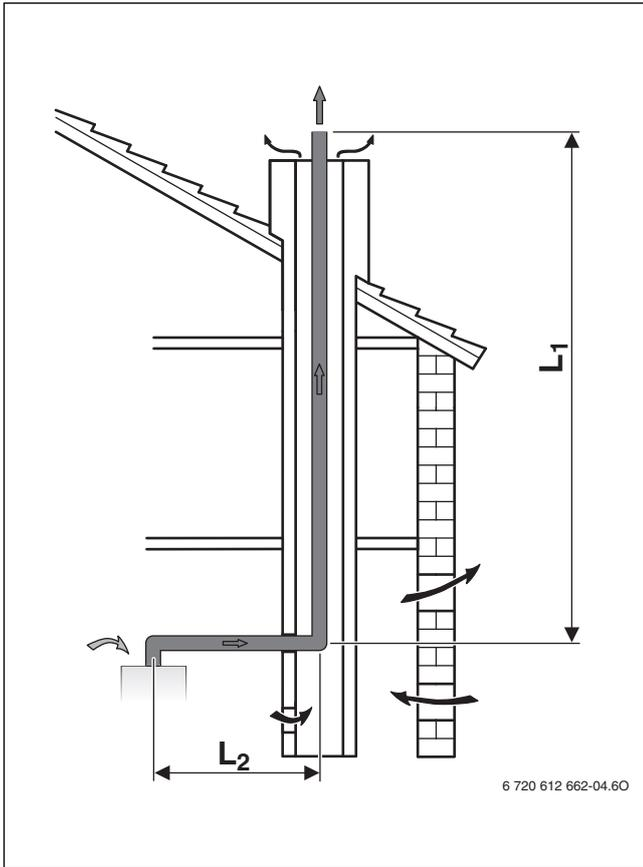

Рис. 7 Дымовая труба в шахте по B33
- Если труба отвода дымовых газов проложена в вентилируемой шахте (→ рис. 7, 8 и 10), то чистка шахты не требуется.